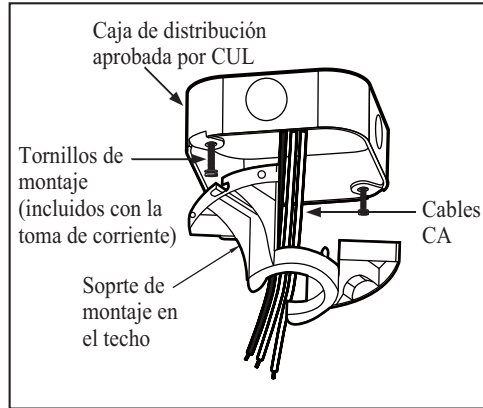

Figura 11
2. Monta el soporte de montaje sobre la caja eléctrica deslizándolo el soporte de montaje sobre los tornillos suministrados con la caja eléctrica. (Figura 11) Cuando uses el montaje “cerca del techo” es importante que el soporte de montaje esté nivelado. Si fuera necesario, utiliza arandelas niveladoras (no incluidas) entre el soporte de montaje y la caja eléctrica. Fíjate que el lado plano del soporte de montaje esté hacia la caja eléctrica. (Figura 11)